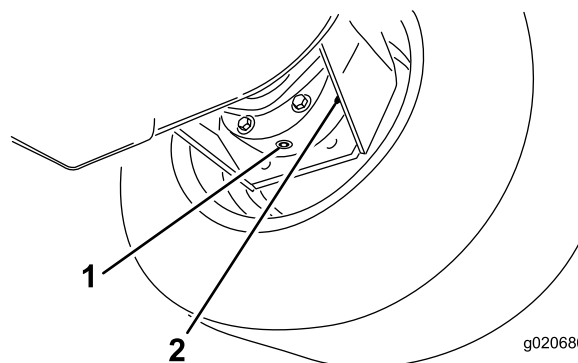

図 105
3. ブレーキハウジングの下に容器を置き、プラグを外してオイルを抜く 図 105。